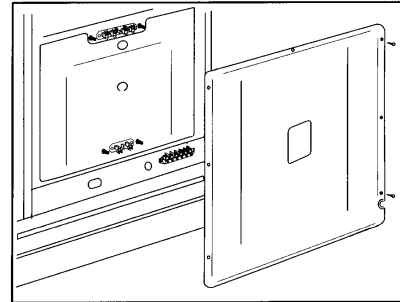
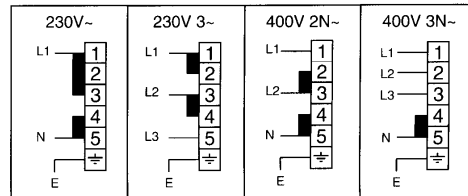

Fig. 14
Fig. 15
- Enlever l'arrière de la cuisinière (fig. 14).
- Déplacer les chevaliers de liaison sur les bornier (fig. 14), en suivant le schéma de la (fig. 15).